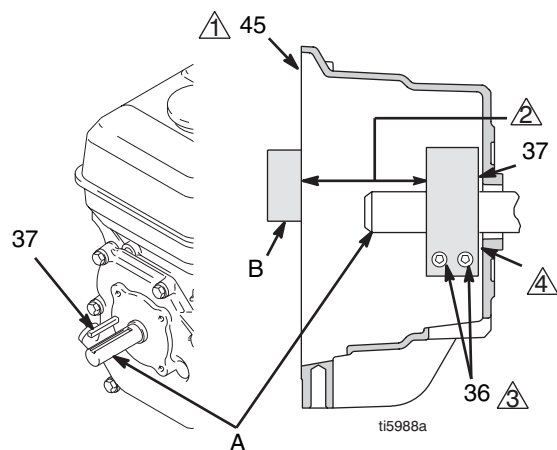

Рис. 10
4. Рис. 10. Ослабьте затяжку двух винтов (36) на зажиме (38).
5. Вставьте отвертку в паз зажима (38) и снимите зажим.
1. Рис. 10 Установите шпонку вала двигателя (37)
2. Легкими ударами насадите зажим (38) на вал двигателя (A). Соблюдайте размеры, указанные в примечании 2. Фаска должна быть направлена к двигателю.
3. Проверьте размеры, для чего расположите жесткий прямой стальной брус (B) поперек лицевой поверхности корпуса муфты сцепления (45). Используйте точный измерительный прибор для проверки расстояния между брусом и лицевой поверхностью зажима. При необходимости, отрегулируйте положение зажима. Затяните два винта (36) с усилием в $14 \pm 1,1$ Нм.
4. Установите якорь (39) на приводной вал двигателя.
5. Установите четыре винта (36) с пружинными шайбами (35), и затяните с усилием в 14 Нм.